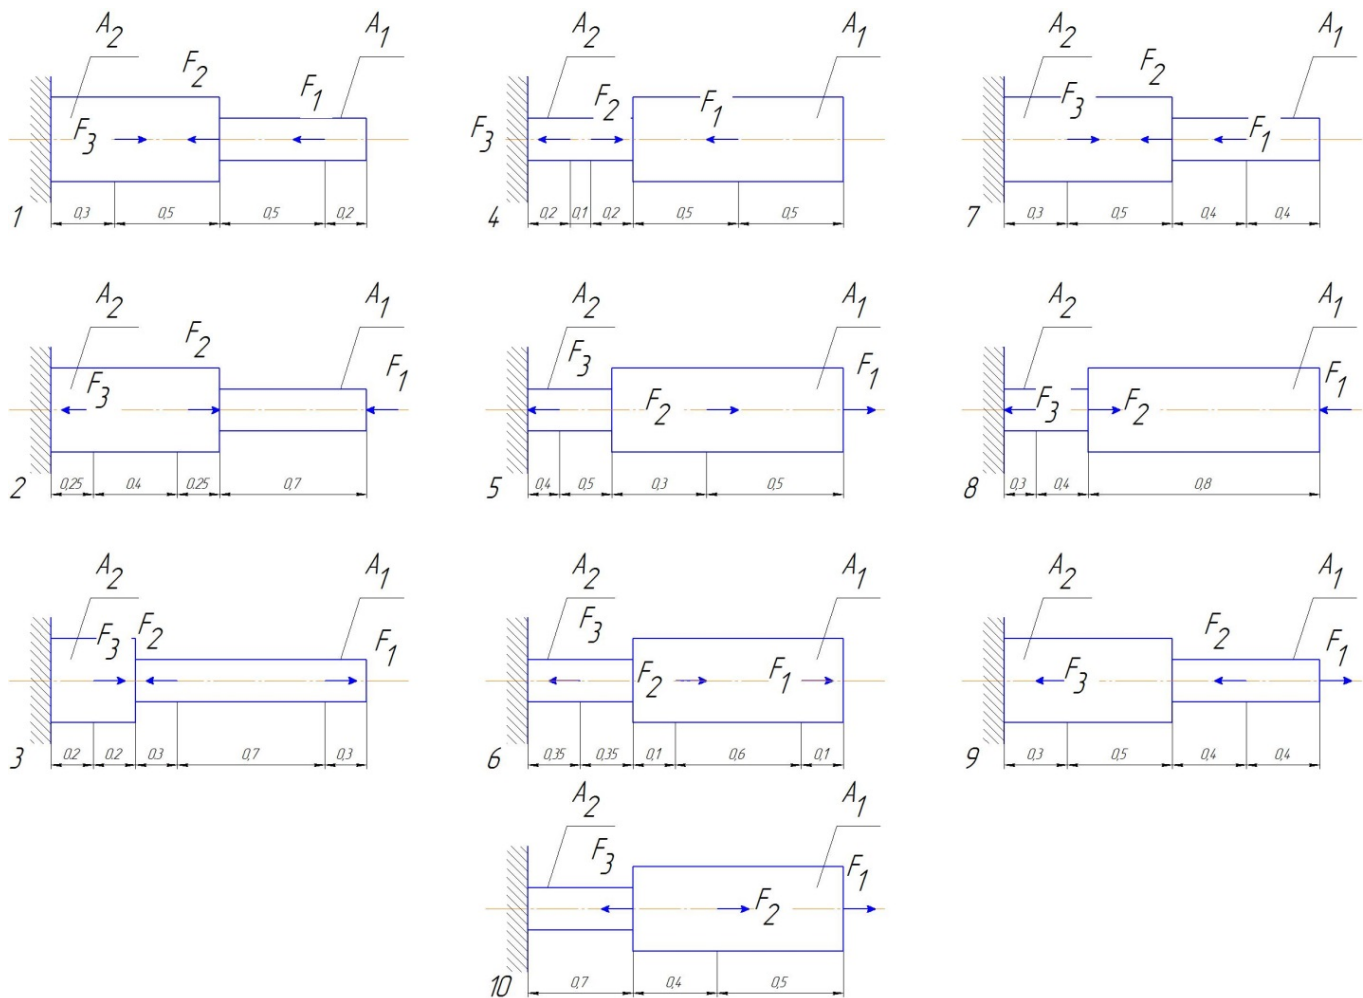

Рис. 3
Задача 3. Двухступенчатый стальной брус, длины ступеней которого указаны на рис. 3 (схемы 1 - 10), нагружен силами F_1, F_2, F_3 . Построить эпюры продольных сил и нормальных напряжений по длине бруса. Определить перемещение $\Delta 1$ свободного конца бруса, приняв $E = 2 \cdot 10^5 \text{ МПа}$. Числовые значения F_1, F_2, F_3 , а также площади поперечных сечений ступеней A_1 и A_2 для своего варианта взять из таблицы 3.
1. Отмечаем участки, как показано на (рис. 3 а).
Строим эпюру продольных сил (рис. 3 б).
Строим эпюру нормальных напряжений (рис. 3 в).